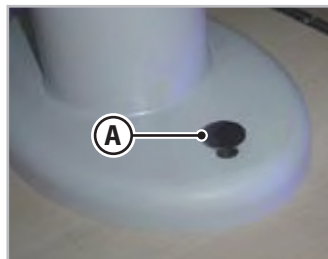

Fig.6.25 - Perna telescópica
1. Premir com o pé o botão (A - Fig.6.25) situado na base da mesa.